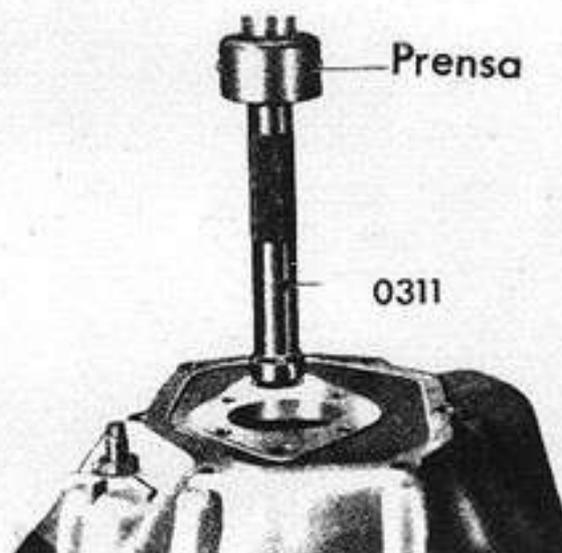

Fig. 21 - Montaje del cojinete de agujas del quintuple en la cubierta de embrague
1. Usar la herramienta N° 0311 para colocar el cojinete de agujas del quintuple en la cubierta de embrague (Fig. 21).